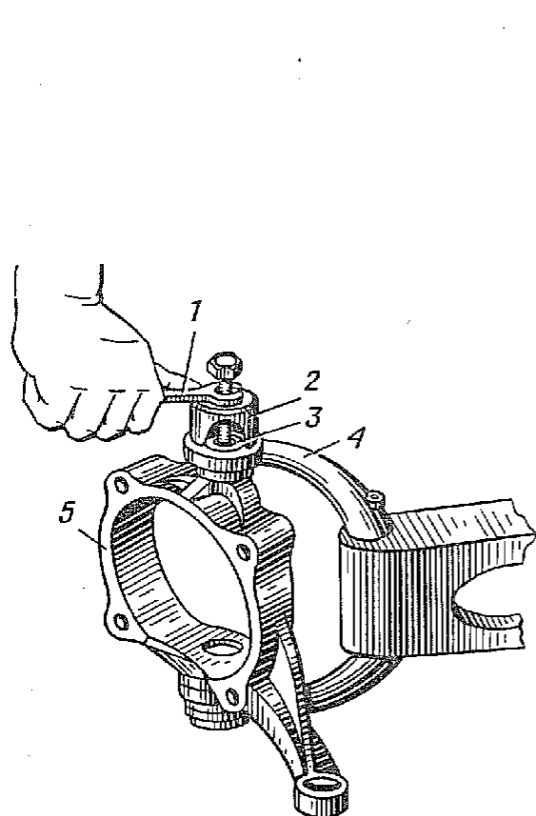

Рис. 74. Выпрессовка шкворня поворотного кулака:
1.3. Выпрессовать шкворни 3 (рис. 74) и снять поворотный кулак с рычага подвески (съемник шкворня, ключи 17 и 22).